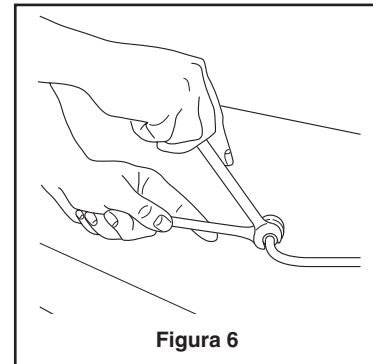

Figura 6
- 1 Busque las abrazaderas y tuercas de unión incluidas con la unidad. Deslice dichas piezas sobre la tubería de suministro de agua de 1/4 de pulgada. **NO** use un compuesto o una cinta de sellado de roscas. Mediante el uso de dos llaves, apriete las tuercas de unión en la tubería de suministro de agua (vea la figura 6).